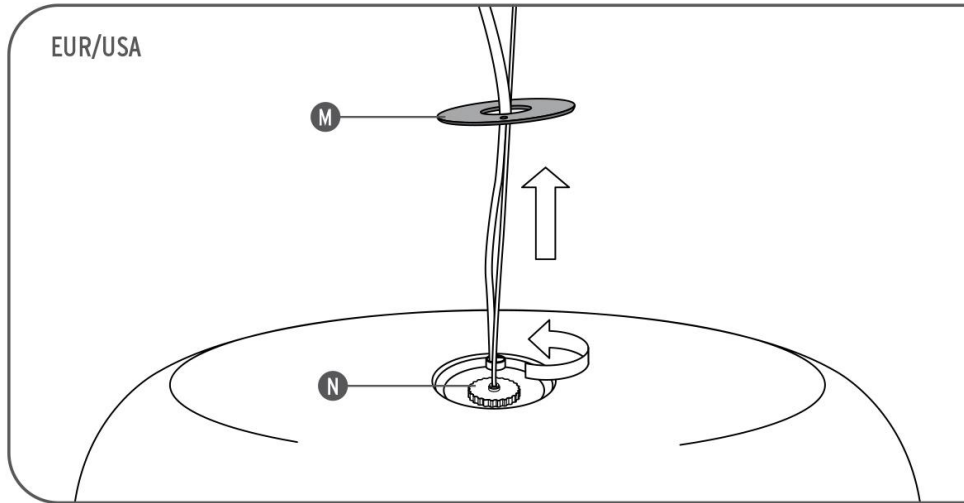

Fig. 10
- <IT> Fig.10 Togliere la copertura (M) quindi svitare la ghiera (N).
- <GB> Fig.10 Remove the cover (M) then unscrew the ring nut (N).
- <DE> Abb.10 Die Abdeckung (M) abnehmen und dann die Nutmutter (N) aufschrauben.
- <FR> Fig.10 Couper la protection (M) et dévisser l'embout (N).
- <ES> Fig.10 Quite la cubierta (M) y entonces desenrosque la abrazadera (N).
- <PT> Fig.10 Retirar a cobertura (M) então desaparafusar a rosca (N).
- <RUS> Рис.10 Снять крышку (M), затем отвинтить зажимное кольцо (N).
- <J> 図.10 じカバー(M)を取り外し、リングナット(N)を回して外します。